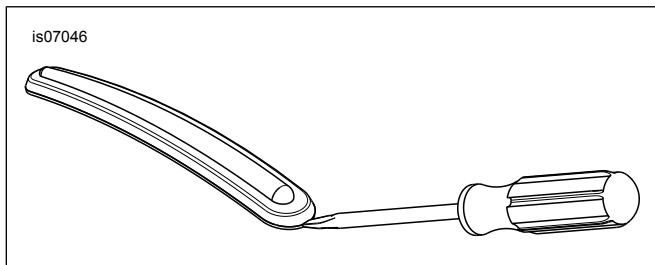

Figura 2. Rimuovere la striscia di finitura del parafango
- b. Vedere Figura 2 Inserire la punta del cacciavite tra la cornice cromata e la striscia di finitura di gomma.